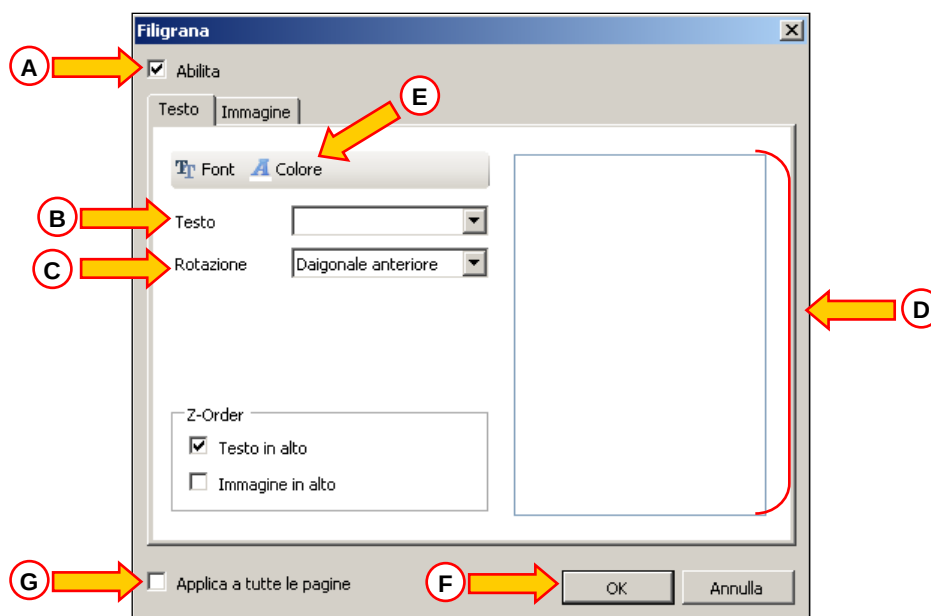

Fig 31
Sarà visualizzata la seguente finestra (Fig 31).
- assicurarsi che il checkbox “Abilita” sia selezionato (Fig 31 **A**). In caso contrario i contenuti della finestra non possono essere modificati.
- Inserire il testo nella casella “Testo” (Fig 31 **B**).
- Specificare l’orientamento della filigrana (diagonale, orizzontale, verticale) utilizzando il menu “Rotazione” (Fig 31 **C**).
Un’anteprima sarà visualizzata nell’area indicata in Fig 31 **D**.
- Utilizzare i pulsanti indicati in Fig 31 **E** per scegliere il tipo di carattere e il colore della filigrana.
- Cliccare il pulsante  (Fig 31 **F**).
Se il checkbox “Applica a tutte le pagine” è selezionato (Fig 31 **G**) la filigrana è applicata a tutte le pagine del documento, altrimenti solo alla pagina corrente.